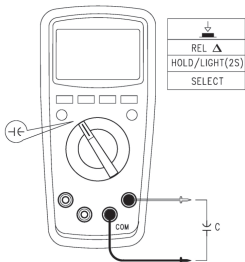

Рис. 7
7.5. Измерение емкости (см. рис. 7)